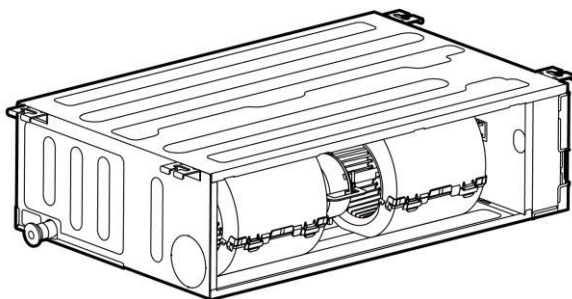

Fig. 4.22
- (1) La posizione di installazione predefinita della flangia rettangolare viene predisposta sul retro prima di uscire dalla fabbrica. Il coperchio del condotto dell'aria di aspirazione si trova sulla parte inferiore, come illustrato nella Fig. 4.22.